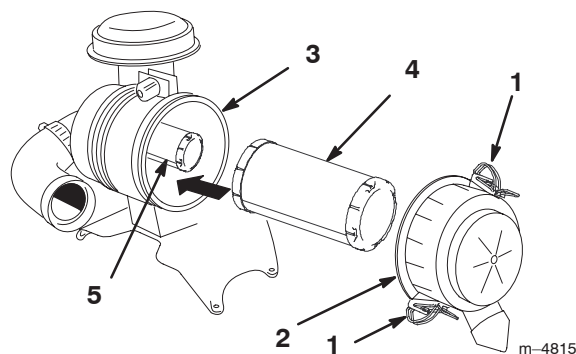

Figure 38
3. Ouvrez les dispositifs de verrouillage du filtre et ôtez le couvercle du corps du filtre (Fig. 38).
5. Sortez l'élément primaire du corps du filtre avec précaution (Fig. 38). Évitez de cogner l'élément à l'intérieur du corps.
2. Si vous remplacez l'élément de sécurité, insérez-le avec précaution dans le corps du filtre (Fig. 38).
3. Installez ensuite l'élément primaire sur l'élément de sécurité avec les mêmes précautions (Fig. 38). Assurez-vous qu'il est bien engagé en appuyant sur le rebord extérieur lorsque vous l'installez.
4. Reposez le couvercle, le côté portant l'inscription **UP** étant tourné vers le haut, et enclenchez les fixations (Fig. 38).